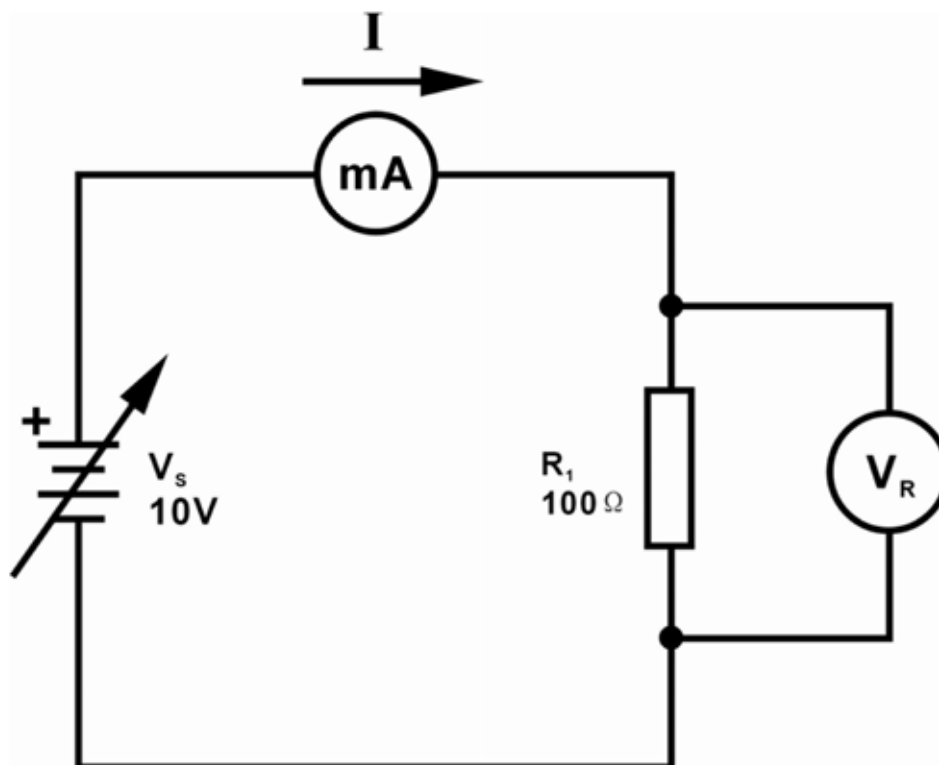

Figura 4
1. Realizzare il circuito illustrato in figura 4 con $R_1 = 100\Omega$